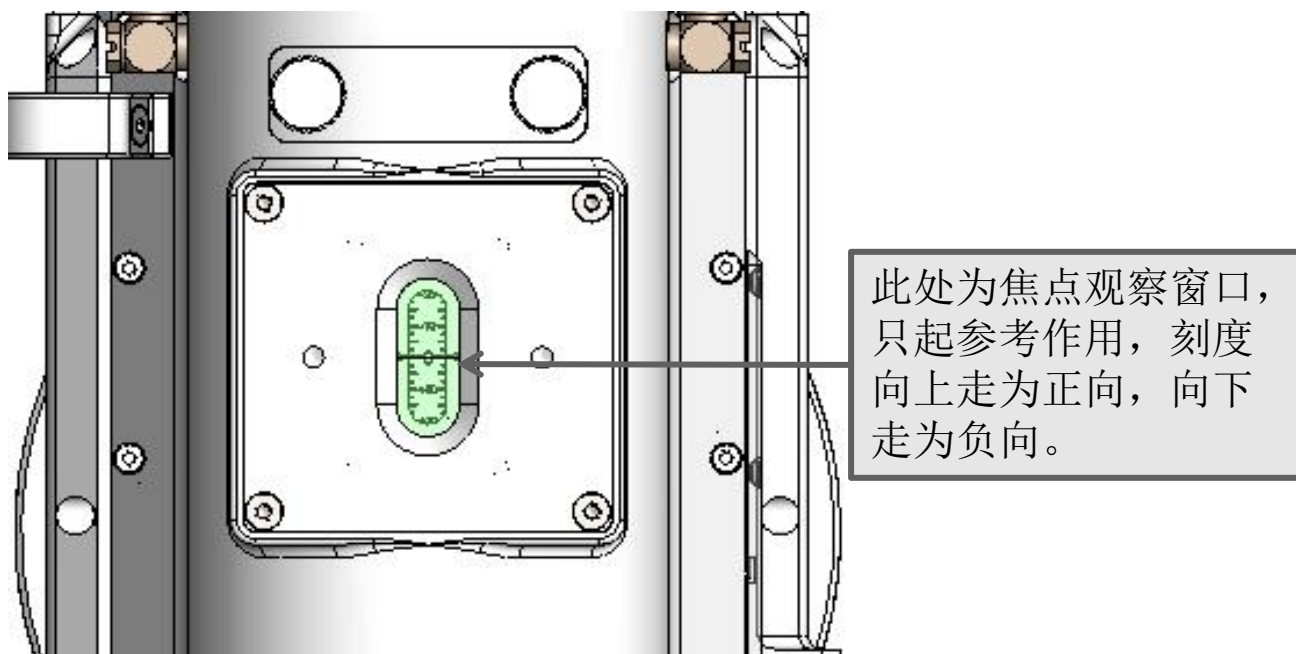

图3.1
② 设置好参数后，直接复位，通过窗口观察焦点是否在运动，如下图3.1所示：